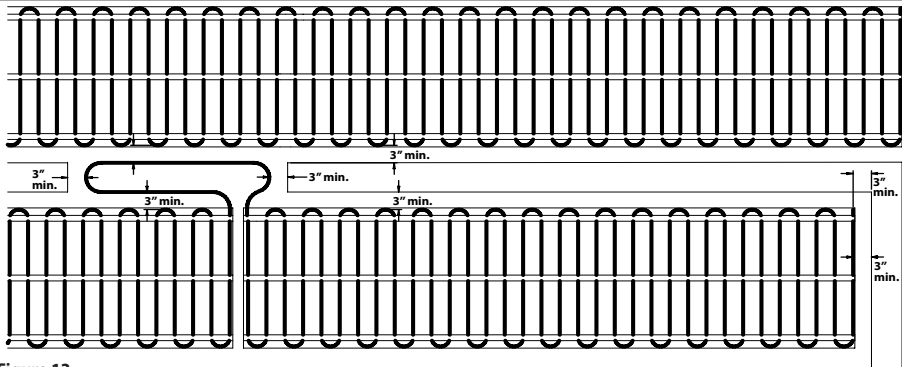

Figure 13
- Lorsque deux pièces adjacentes sont chauffées par un câble chauffant, il est recommandé de couvrir l'aire de circulation entre ces pièces afin d'éviter les zones froides. Pour ce faire, couper le treillis et retirer le câble du treillis sur une certaine longueur afin de couvrir l'aire de circulation (figure 13). Utiliser les ciseaux pour couper le treillis (attention de ne pas endommager le câble) et utiliser des morceaux de treillis pour fixer le câble lousse au sol.